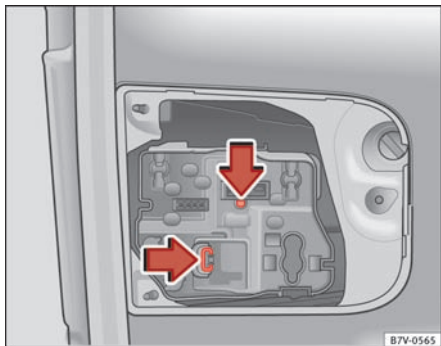

Fig. 207 I bagklappen:
5. Tryk låsetapperne i pilens retning ⇒ Fig. 207, og tag pæreholderen ud.